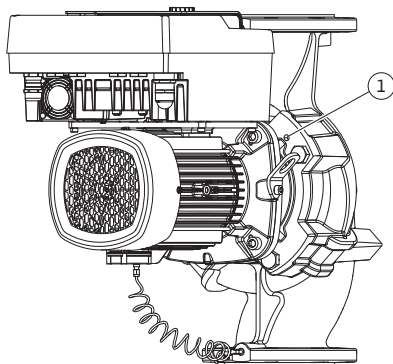
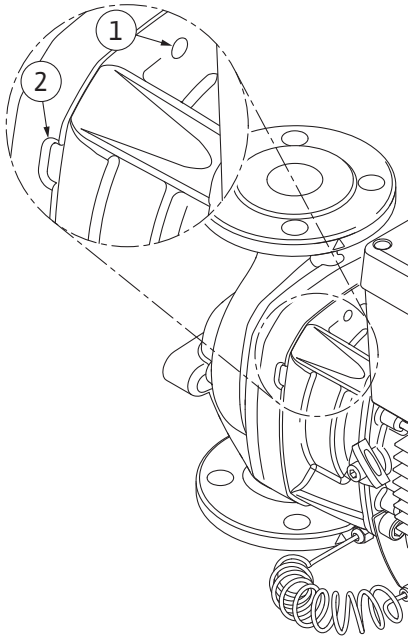

Fig. 104: Odtis vtičnega kompleta prek navojnih izvrtin
Fig. 105: Navojne izvrtine in zareze za odmik vtičnega kompleta od ohišja črpalke
12. Pri tipu črpalke (Fig. III, IV) sprostite vijake na poz. 29. Uporabite dve sosednji navojni izvrtini (Fig. 104, poz. 1) in ustrezne vijake (npr. M10 x 25 mm), ki so na voljo na mestu vgradnje. Vtični komplet odmaknite od ohišja črpalke. Za tip črpalke (Fig. I in Fig. II) uporabite dve navojni izvrtini M10 (glejte Fig. 105) in ustrezne vijake (npr. M10 x 20 mm), ki so dobavljeni na mestu vgradnje. Za odmik lahko uporabite tudi reže (Fig. 105, poz. 2). Za to npr. namestite dva izvijača in ju uporabite kot vzvod. Po odkliku za pribl. 15 mm se vtičnega kompleta ne vodi več v ohišje črpalke.